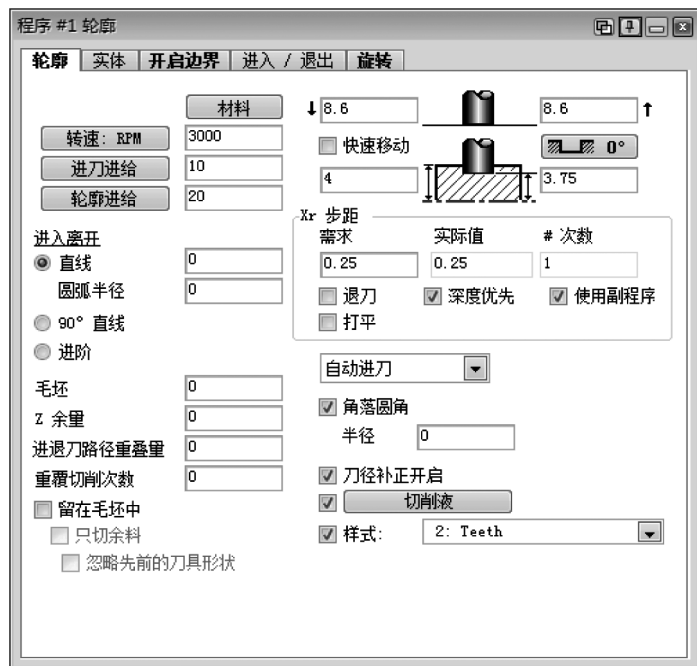

图 2-40 轮廓加工参数
27) 用刀具 #3 产生轮廓加工参数, 如图 2-40 所示。